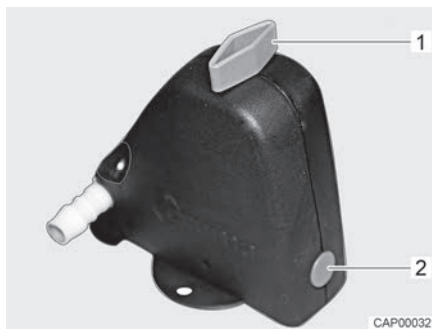
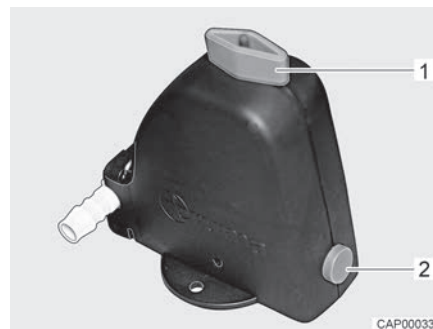

Fig. 143 Válvula de seguridad/purga cerrada
Fig. 144 Válvula de seguridad/purga abierta
- Abrir la válvula de seguridad/purga (Fig. 143). Para ello, girar el botón giratorio (Fig. 143,1) a la posición longitudinal en referencia a la válvula de seguridad/purga. El botón (Fig. 143,2) salta hacia fuera. La válvula de seguridad/purga abierta se muestra en Fig. 144.